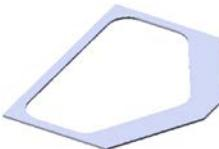
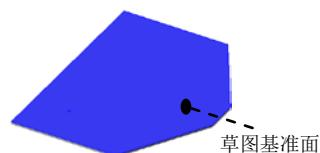

图 2.4 切除—拉伸 1
图 2.5 草图基准面
Step3. 创建图 2.4 所示的切除—拉伸 1。
(1) 选择命令。选择下拉菜单 **插入(I)** → **切除(C)** → **拉伸(E)...** 命令。
(2) 定义特征的横断面草图。
① 定义草图基准面。选取图 2.5 所示的面作为草图基准面。